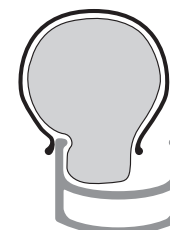

Figure 15. Poussez le premier talon vers le bord de la jante et insérez la chambre à air.
- Poussez le pneu et la chambre à air par dessus la jante jusqu'à ce que la chambre à air soit installée à l'intérieur de la jante (Figure 15).